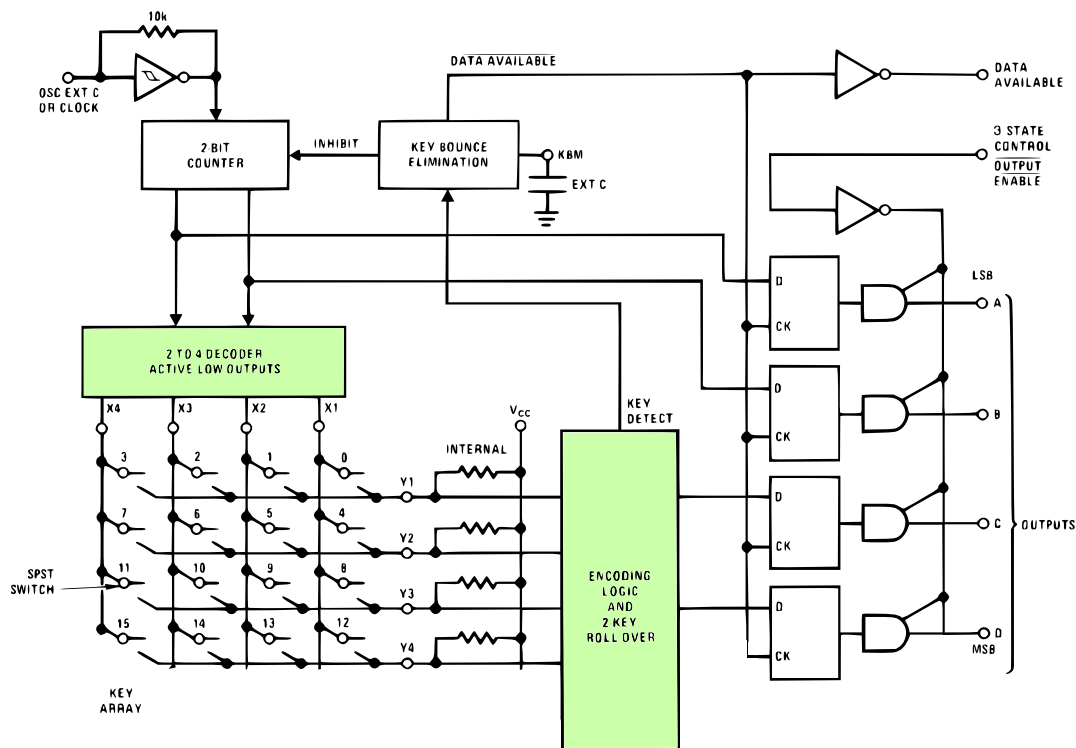

Figura 1: Diagrama de bloques para el codificador de matrices de 16 teclas MM74C922 (adaptado de su hoja de datos).
1. La Figura 1 muestra el diagrama de bloques de un codificador para matrices de 16 teclas. Este codificador permite extraer un valor de 4 bits en binario natural que representa la **posición** de la tecla presionada. En el caso de este laboratorio se diseñarán los bloques marcados en verde.
3. Implemente sus circuitos en una *protoboard* junto con un teclado alfanumérico. Para las conexiones debe basarse en el diagrama de la Figura 1. Para sus pruebas iniciales, haga uso de botones o un *dipswitch* en lugar del *contador de dos bits* y muestre sus salidas en un grupo de LEDs.